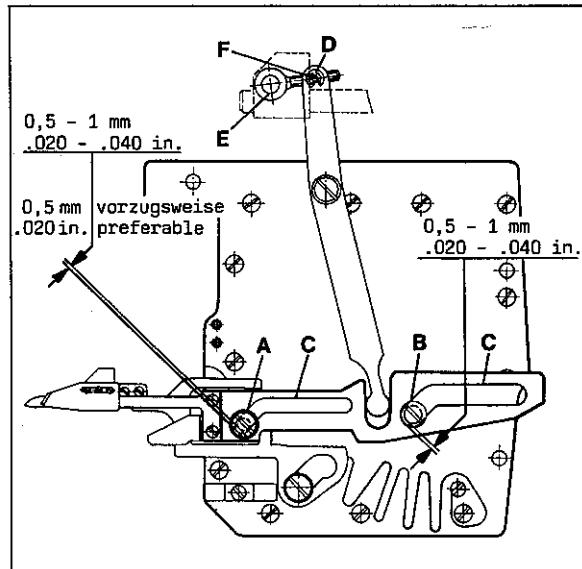

Fig.48
2.1 When the thread trimmer drive is in its home position, the distance between the guide sleeve under screw (A, Fig. 48) as well as between guide washer under screw (B) and the left ends of slots (C) should be 0.5 to 1 mm (.020 to .040 in.) (preferable 0.5 mm (.020 in.)).
2.1 In Ruhestellung des Fädenabschneider-Antriebs soll der Abstand zwischen der Führungshülse unter der Schraube (A, Fig. 48) sowie zwischen der Führungsscheibe unter der Schraube (B) und den linken Enden der Schlüsse (C) etwa 0,5 bis 1 mm betragen (vorgangsweise 0,5 mm).